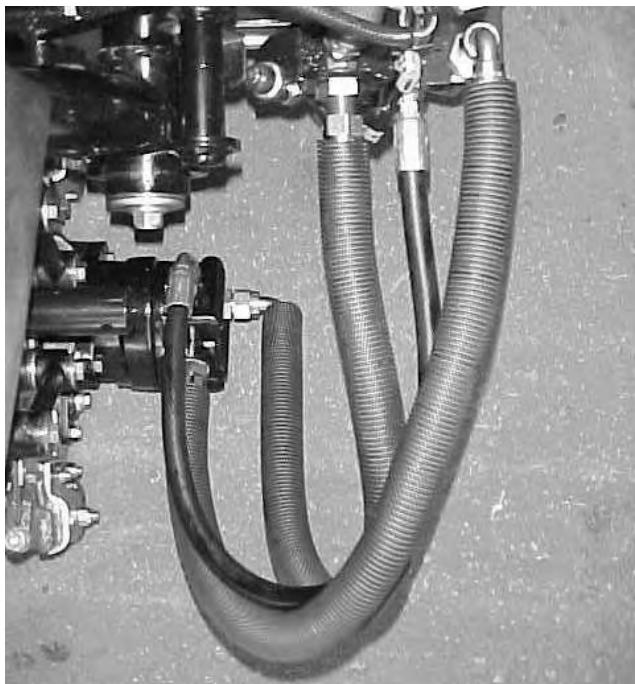

Figura 16
**Importante** As mangueiras não podem ter nós nem dobras e as mangueiras da unidade de corte traseira têm que ser introduzidas como se mostra na figura 16. Levante as unidades de corte e mova-as para a esquerda (só para o modelo 03206). As mangueiras da unidade de corte traseira não podem tocar no suporte do cabo de tração. Volte a colocar as juntas e/ou mangueiras, se for necessário.